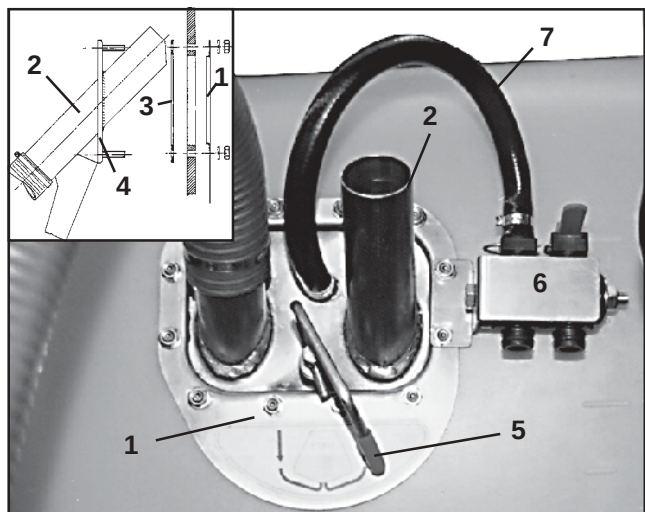

Fig. 5.8
- Injektoroberteil durch Behälterdurchbruch führen und gemäß Strichzeichnung (Fig.5.8) montieren.
- Außenflansch aufsetzen und verschrauben (Fig. 5.8/1). Anschließend Injektorhebel (5.8/5) montieren.